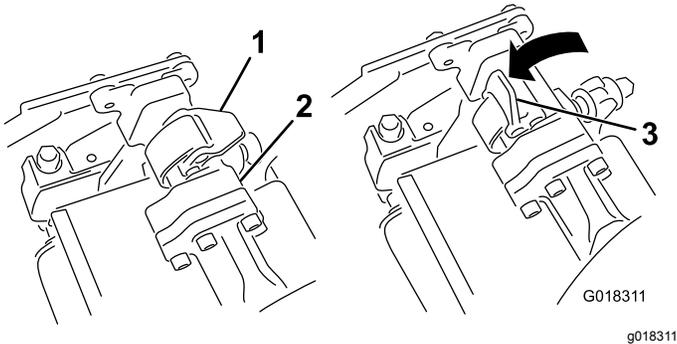
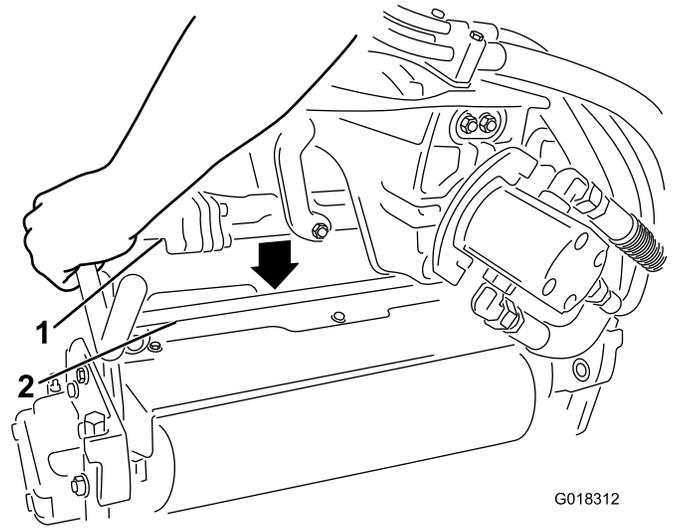

Bild 1
Bild 2
2. Die Riegel an der Aufhängearmstange müssen nach geöffnet sein (**Bild 1**); drücken Sie den Aufhängearm dann so nach unten, dass er über die Stange oben am Rasenlüfter passt (**Bild 2**).
3. Stellen Sie die Riegel auf die geschlossene Stellung, um den Rasenlüfter zu arretieren (**Bild 1**).